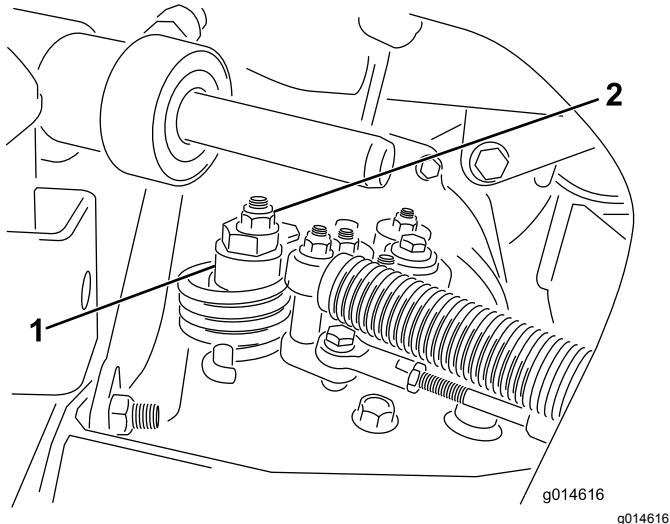

Bild 37
- A. Lösen Sie die Mutter, mit der der Exzenter oben am Hydrostat befestigt ist (Bild 37).
- C. Drehen Sie den Exzenter, bis kein Kriechen in jeder Richtung auftritt. Ziehen Sie die Schraube fest, wenn sich das Rad nicht mehr dreht, um den Exzenter und die Einstellung zu arretieren (Bild 37). Überprüfen Sie die Einstellung, wenn die Gasbedienung in der LANGSAM- und SCHNELL-Stellung ist.